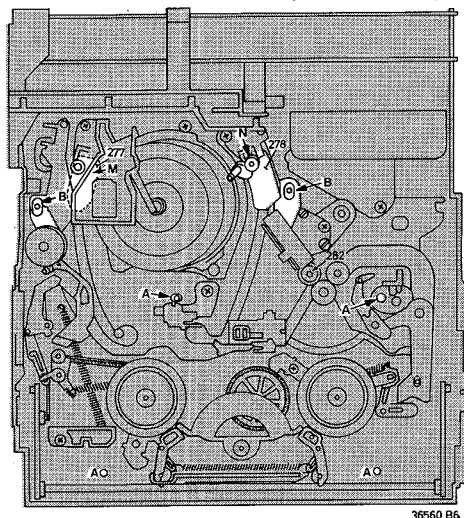

Fig. 2-2-16
- Metall-Bezugslehre 4822 395 80184 an der Stelle der Cassette an die Cassettenauflegestellen A (Bild 2-2-16) stellen.